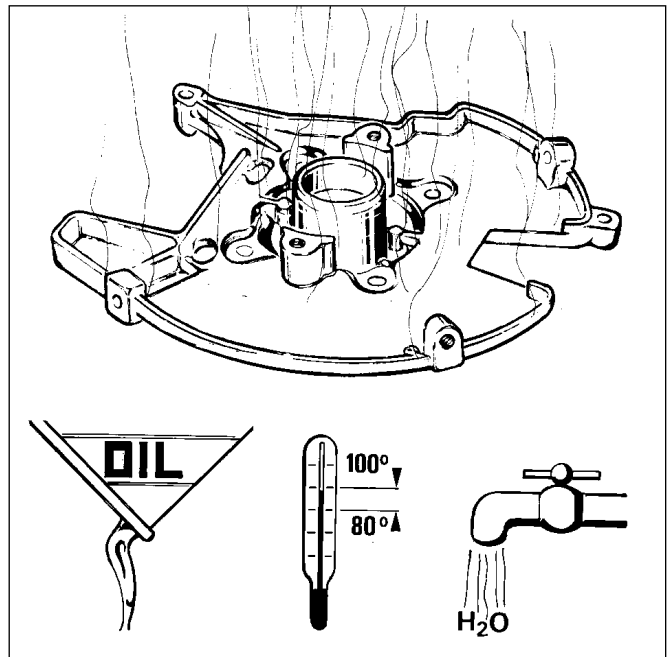

Abb. 20
- Um die Lager auszubauen oder auszutauschen, muß die Anbaugrundplatte auf 80 - 100°C vorgeheizt werden (Abb. 20).
- Erhitzen Sie die Anbaugrundplatte im Öl- oder Wasserbad auf ca. 80-100 °C (Abb. 20).